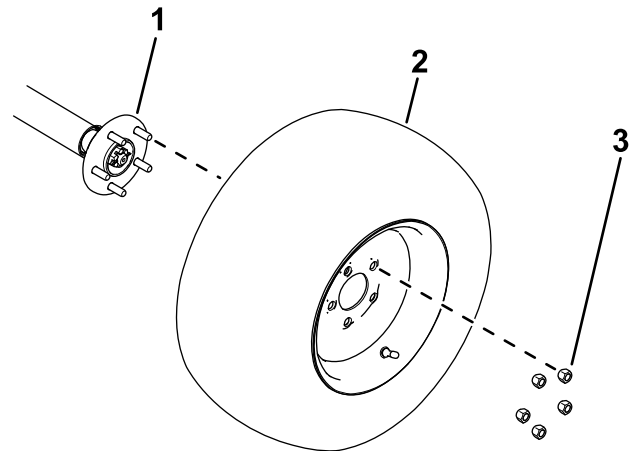

Figura 4
1. Slăbiți și îndepărtați prezoanele roilor (Figura 4).
2. Îndepărtați roile de la butucii roilor (Figura 4).